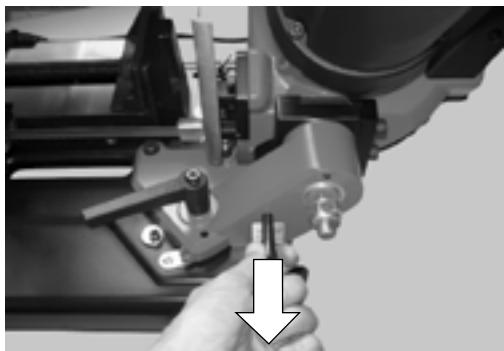

Fig. 3
Para mover a cabeça de corte para a posição superior, basta remover o parafuso (B), puxando-o para trás (Fig. 3).